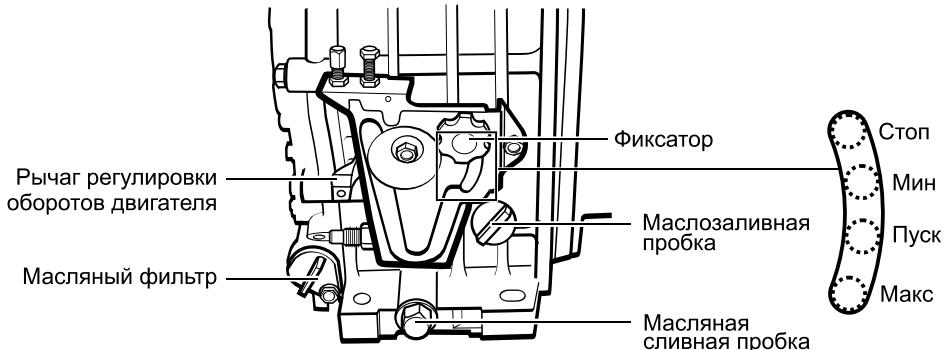

Рис. 7
- Управление работой мотопомпы осуществляется с помощью фиксатора и шкалы на блоке управления (рис. 7). Чтобы переместить фиксатор в нужное положение, открутите его против часовой стрелки, чтобы зафиксировать — закрутите по часовой стрелке.
- Установите фиксатор оборотов двигателя на блоке управления запуском и оборотами двигателя в положение «ПУСК» (рис. 7) и зафиксируйте, закрутив его.
- После запуска переведите фиксатор оборотов двигателей на блоке управления запуском и оборотами двигателя в положение «МИН» (рис. 7) и зафиксируйте.
- Установите фиксатор оборотов двигателя на блоке управления запуском и оборотами двигателя в положение «**ПУСК**» (рис. 7) и зафиксируйте, закрутив его. **Ни в коем случае не устанавливайте фиксатор в положение «МАКС»!**
- После запуска переведите фиксатор оборотов двигателя на блоке управления запуском и оборотами двигателя в положение «**МИН**» (рис. 7) и зафиксируйте.